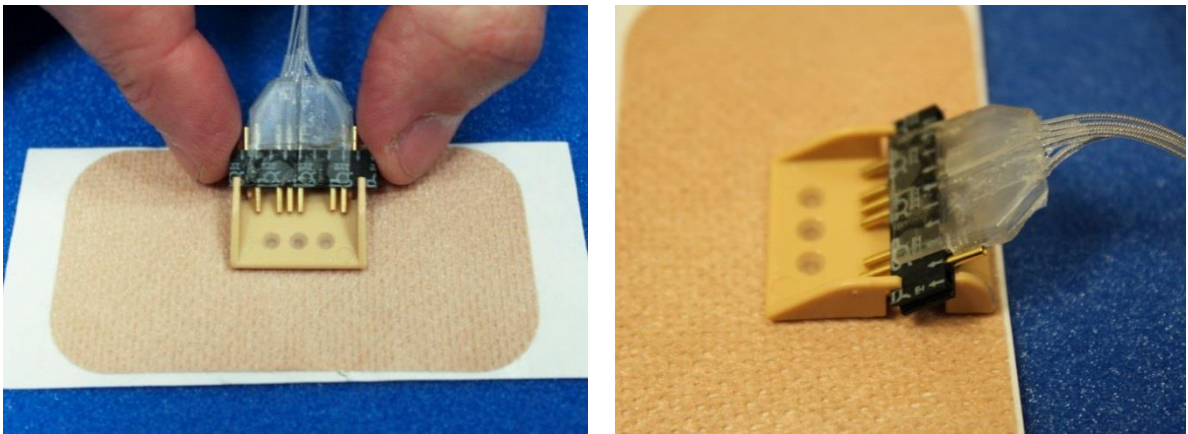

Figura 15.
2. Usando dos dedos, sujete el conector de los electrodos e inclínelo hacia abajo como se muestra en la Figura 15.